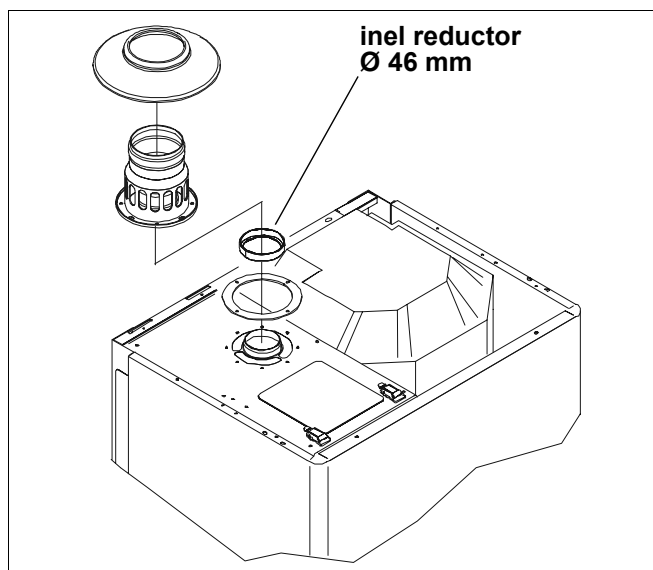

Fig. 9 Montajul inelului reductor și a adaptorului
- Pentru sistemul gazelor arse cu un diametru de 80 mm și cu o lungime cuprinsă între 0,5 m și 4 m trebuie instalat un inel reductor în adaptorul suflantei de evacuare cu un diametru de 46 mm (Fig. 9). Inelul reductor va fi livrat împreună cu cazanul de încălzire într-un ambalaj separat.